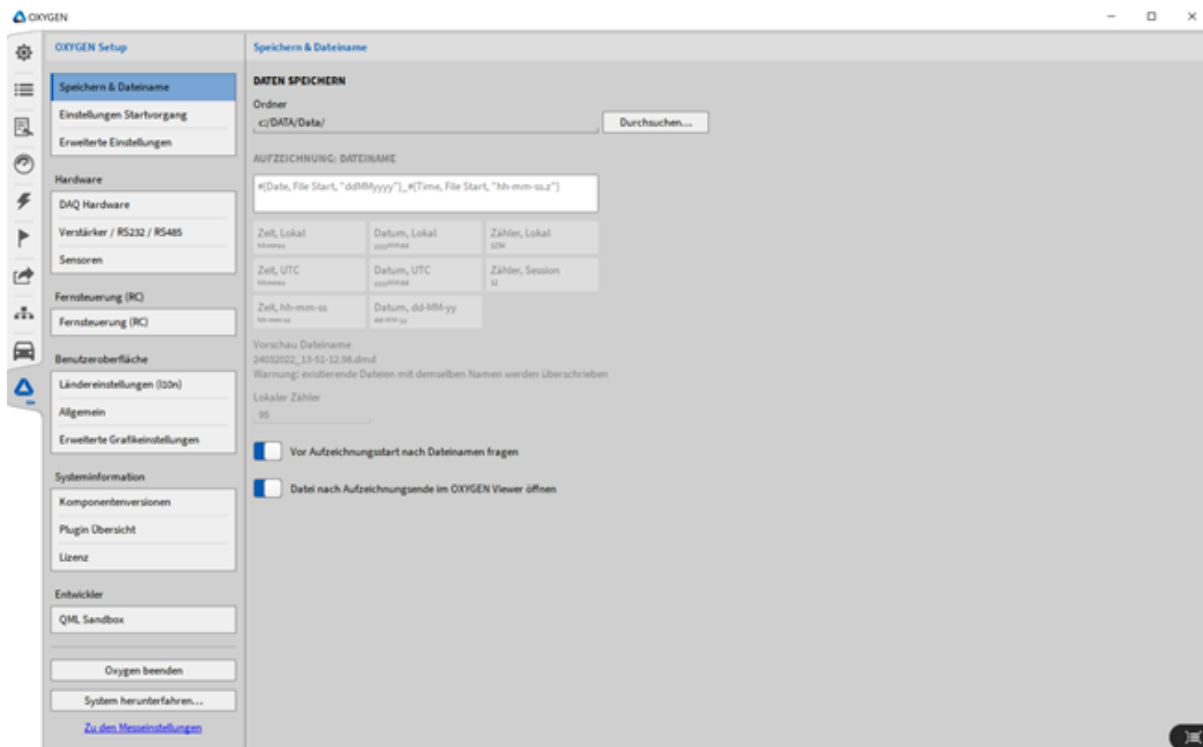

Abb. 6.1: Speichern und Dateiname – Übersicht
- **Aufzeichnung: Dateiname** (siehe Abb. 6.1): Das Dateibenennungsschema kann verwendet werden, um einen individuellen Namen zu generieren. Verschiedene Bausteine sind verfügbar, zudem kann Text eingegeben werden. Die vier Bausteine sind:
- Zähler, Lokal: dieser Zähler ist beständig, sprich wird auch weiter hochgezählt, wenn OXYGEN beendet und wieder gestartet oder das System herunter- und wieder hochgefahren wird. Der Zähler kann zurückgesetzt werden, indem eine gewünschte Nummer (z.B. 0) in das Feld für den lokalen Zähler eingegeben wird (siehe Abb. 6.1).